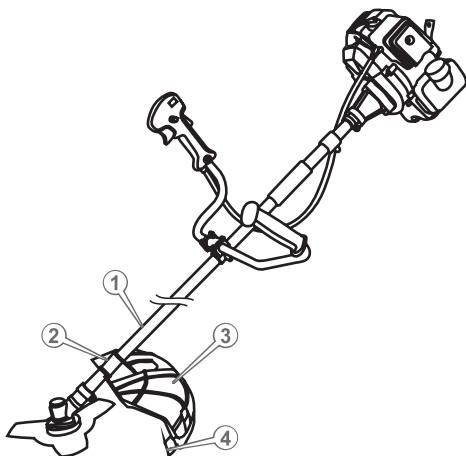

Рисунок 6. Схема встановлення захисного кожуха.
- встановити ніж (4, рис. 6) для обрізання жилки на захисний кожух (3, рис. 6) і надійно закрутити за допомогою фіксуючих кріплень;
- встановити захисний кожух (3, рис. 6) на «штангу» за допомогою комплекта кріплень так, щоб позиціонуючий отвір скоби (2, рис. 6) поєднався із відповідним отвором «штанги» (1, рис. 6), та зафіксувати гвинтами з комплекту. Переконайтеся в надійності кріплення захисного кожуха — прокручування не допускаються.
Жилка під час роботи зношується. Щоб замінити робочі кінці жилки – нахилити мотокоосу у такий спосіб, щоб різальна головка злегка короткочасно торкнулася корпусом поверхні землі, що призведе до виходу нової частини жилки, а зайва буде автоматично відрізана різальним ножем (4, рис. 6).